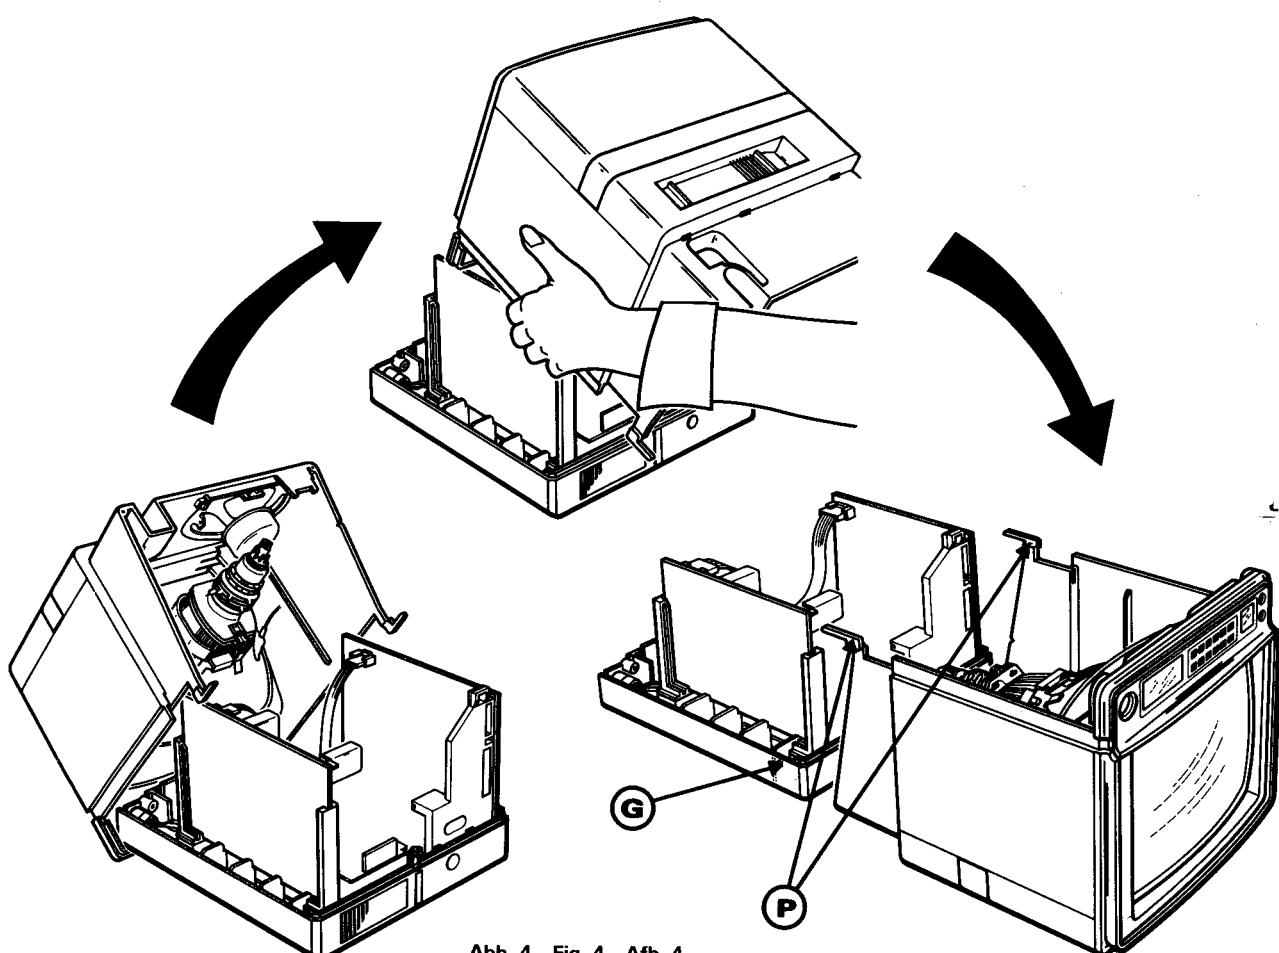

Abb. 4 Fig. 4 Afb. 4
- Das Gehäuse vorsichtig umgekehrt auf eine geschützte Fläche stellen (Abb. 4).
- Das Gehäuse nach vorn kippen und dann so nach hinten schieben, daß die Dorne  in die entsprechenden Führungen  kommen (Abb. 4).